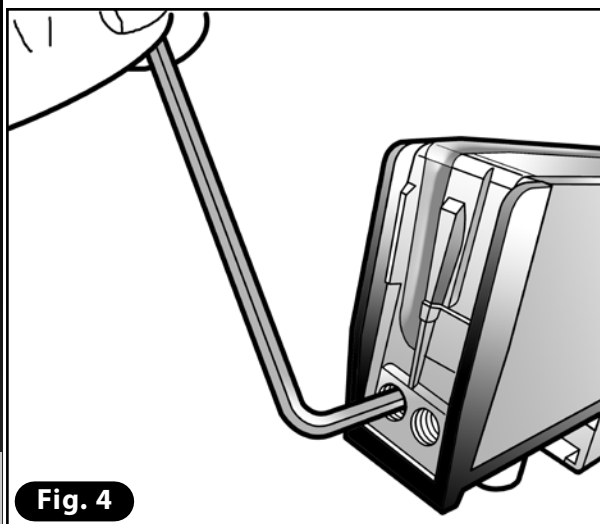

Fig. 4
- 4) Svitare le viti alle due estremità della barra che bloccano la resistenza, con l'ausilio di una chiave esagonale (**Fig. 4**).